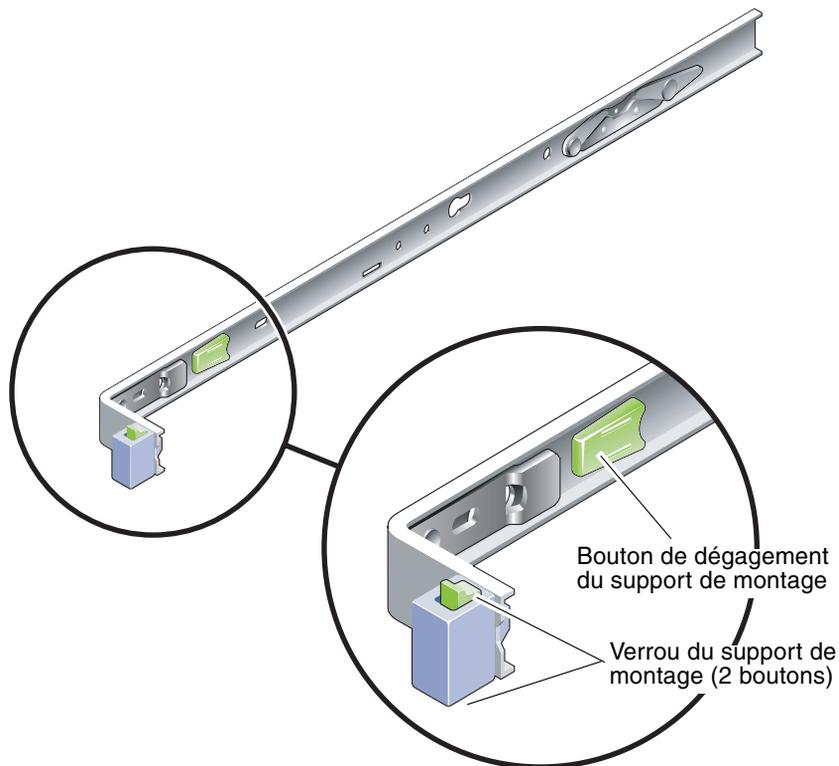

FIGURE 1-3 Verrous du support de montage
- Chaque support de montage du serveur dispose de deux verrous (voir FIGURE 1-3). Le verrou permet de faire coulisser le support de montage vers l'avant. Le bouton de dégagement du support de montage vous permet de retirer le support du rail coulissant. Il sert également lors de la mise en place du support dans le rail.